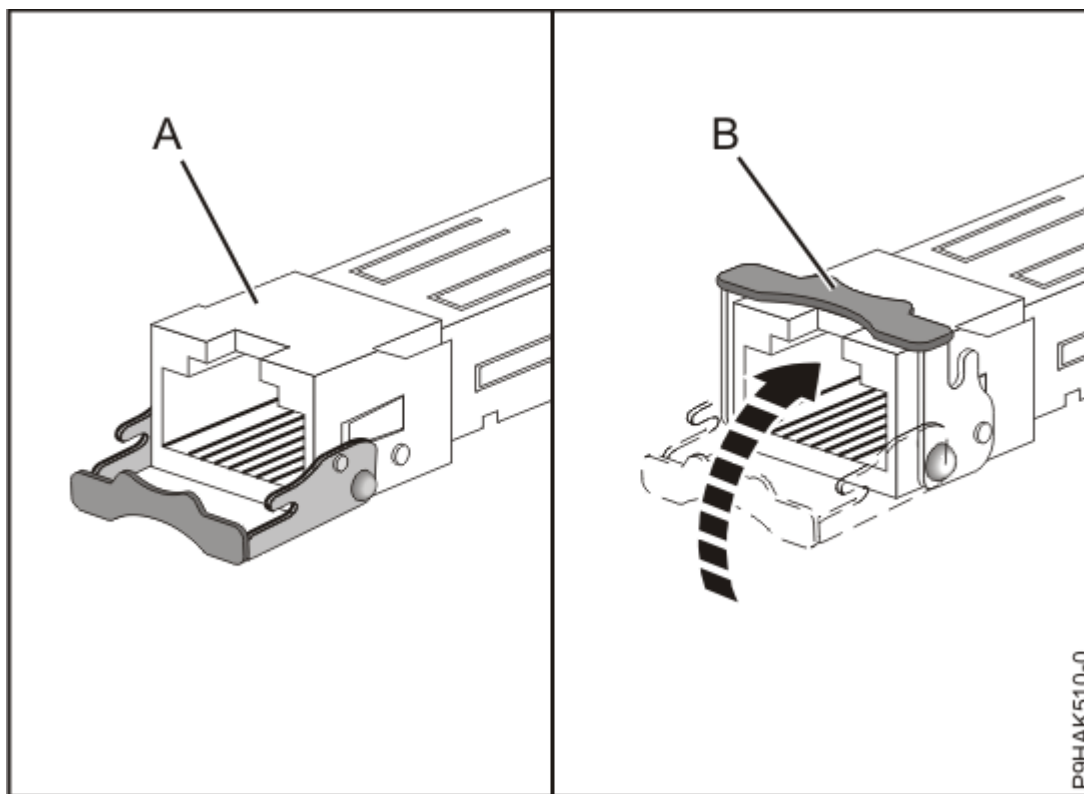

Figura 49. Substitució dels transceptors SFP a l'adaptador
- c) Amb el pestell **(B)** en posició oberta, empenyeu el pestell fent-lo rotar i traient-lo de la targeta tal com es mostra a la Figura 49 a la pàgina 74.